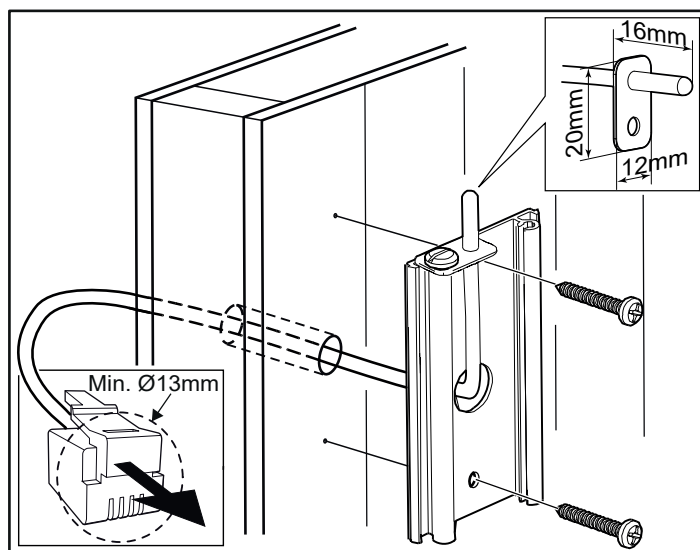

Afbeelding 14: Borgschroef voor beugel
8. Zet de kachel vast met de borgschroef (zie afbeelding 14).